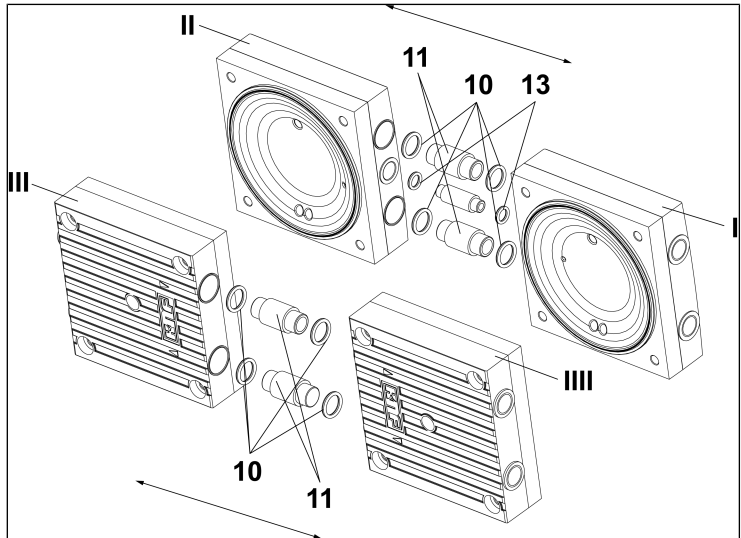

Abb.10: Entnahme der O-Ringe und der Verschaltungsrohre
8. Ziehen Sie die Köpfe 1 (I/Abb. 10) und 2 (II/Abb. 10) auseinander und entnehmen Sie die O-Ringe (10/Abb. 10) und (13/Abb. 10).
7. Setzen Sie die O-Ringe (**10/Abb. 10**) und (**13/Abb. 10**) auf die Verschaltung auf.
8. Drücken Sie die Köpfe 1 und 2 (**I** und **II/Abb. 10**) zusammen.